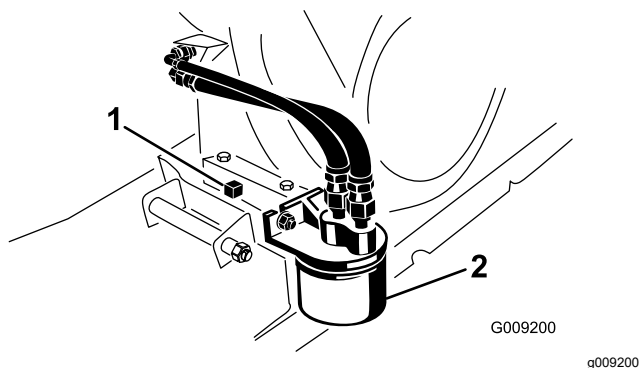

図 36
7. ドレンプラグの下にオイルを受ける容器をおく(図 36)。
8. ドレンプラグを抜きシールを外す(図 36)。
2. 既存のオイルフィルタを外す(図 36)。
4. ガスケットが取り付けプレートに当たるまで手で回して取り付け、そこから更に $\frac{1}{2}$ ~ $\frac{3}{4}$ 回転増し締めする(図 36)。